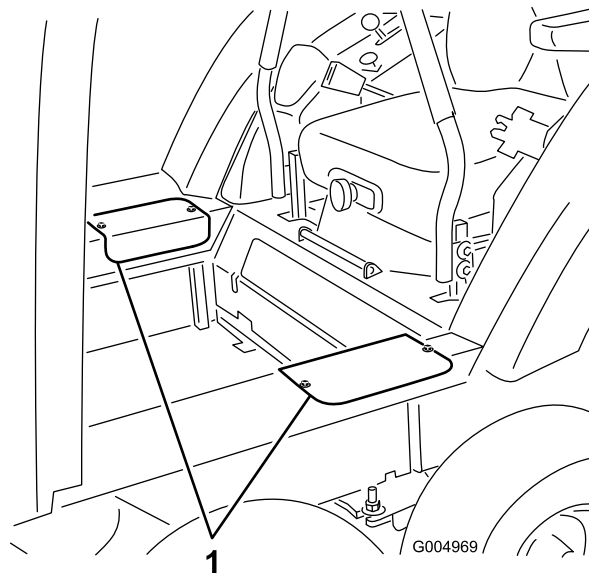

Figura 128
2. Retire os 2 parafusos que fixam cada cobertura de acesso lateral e retire as coberturas (Figura 128).